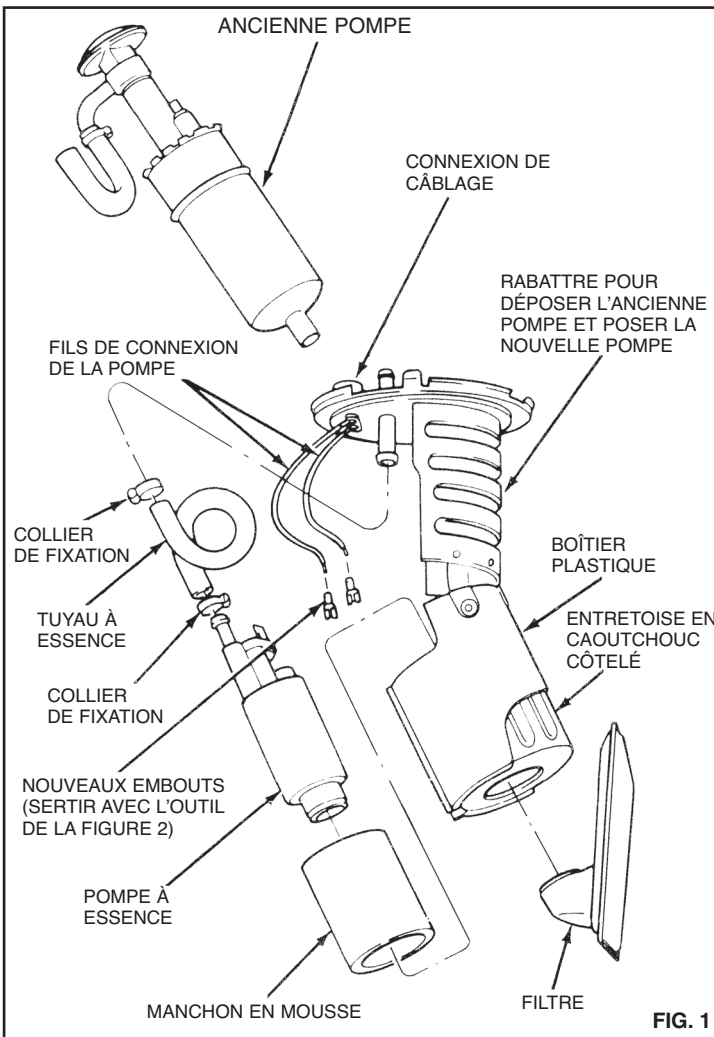

FIG. 1
(Figure 1)
1) Mettez la nouvelle pompe dans le manchon en mousse. Mettez la pompe et le manchon dans l'entretoise en caoutchouc côtelé que vous avez laissé en place dans le boîtier plastique. Tournez le raccord d'arrivée d'essence de la pompe vers l'avant du support, comme montré sur la figure 1. Lubrifiez le raccord de la pompe et le tube du support à l'aide d'une légère couche de vaseline. Posez le tuyau comme montré sur la figure, en veillant à bien serrer les colliers fournis autour des raccords.